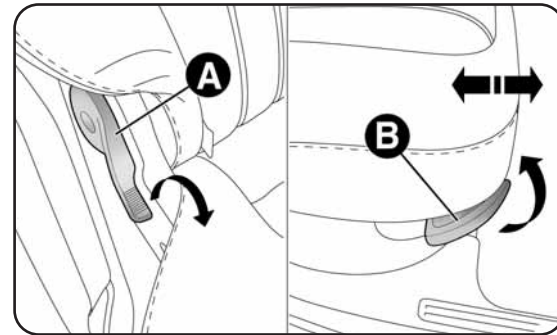

fig. 59
- actionner l'un des leviers A-fig. 59 pour rabattre le dossier souhaité (pour faciliter l'opération, déplacer légèrement le siège vers l'avant en utilisant le levier B, pour les versions/marchés qui le prévoient).
Pour agrandir davantage l'espace du coffre à bagages, les sièges arrière peuvent être poussés vers l'avant en utilisant la poignée B-fig. 59 (pour les versions/marchés qui le prévoient).
Après avoir actionné les leviers A- fig. 59, soulever les dossiers en les poussant vers l'arrière jusqu'à percevoir le déclic de blocage des mécanismes de fixation.
En utilisant la poignée B-fig. 59 (pour les versions/marchés qui la prévoient), déplacer les sièges vers l'arrière jusqu'à percevoir le déclic de blocage.